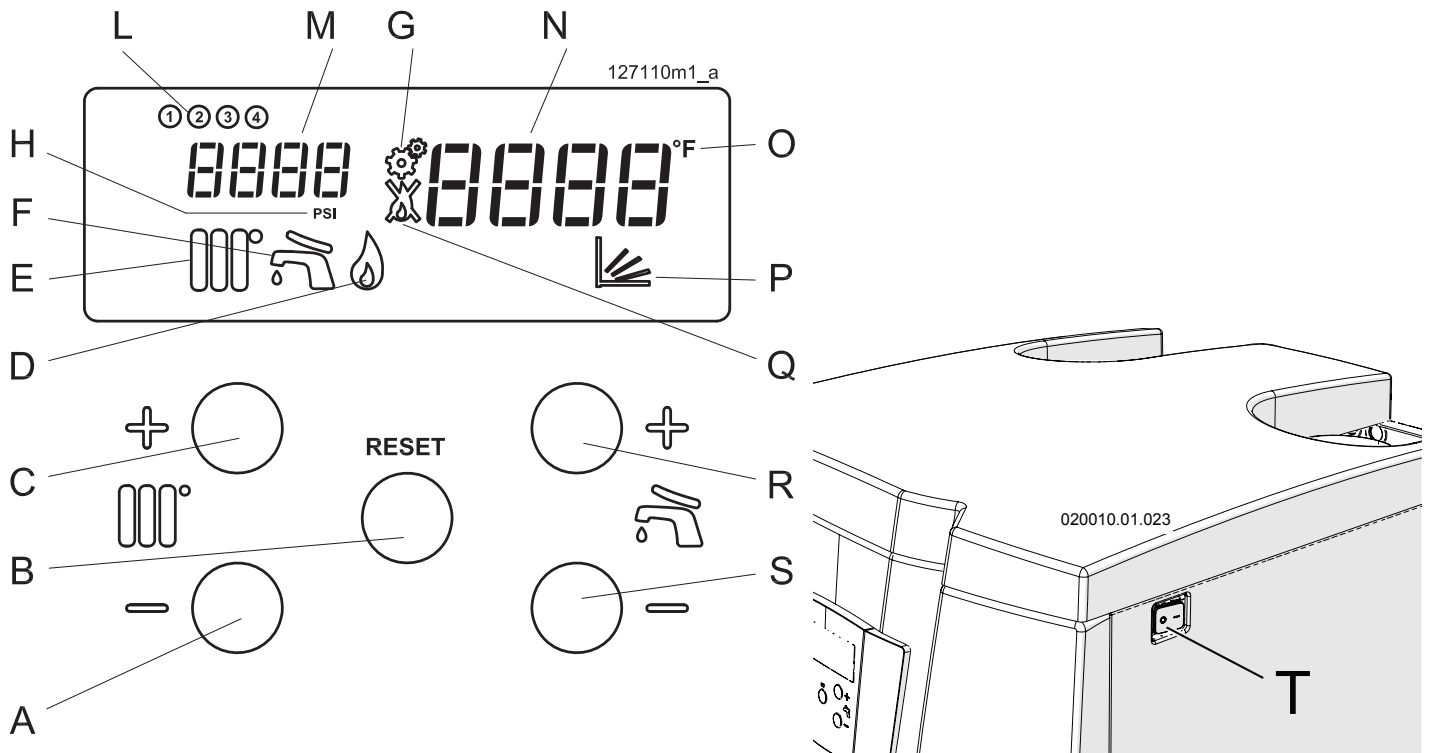

Figure 17-1 - Tableau de commande
- 2.- alimenter électriquement l'appareil et positionner sur ON l'interrupteur général (pièce "T" de la figure 17-1);
- 7.- placer l'interrupteur général sur ON (pièce "T" de la figure 17-1) et faire une demande de chauffage en pressant la touche  jusqu'à la valeur maximale, vérifier que le thermostat d'ambiance soit en appel et que l'installation se trouve dans les conditions de dissiper le chaleur produite ;
1. Allumer l'appareil en mettant sur ON l'interrupteur général (pièces "T" de la figure 17-1) et faire démarrer une demande de chauffage en portant au maximum la valeur de la température requise à l'aide de la touche , en s'assurant que le système est en mesure de dissiper toute la chaleur produite.
### LÉGENDE FIGURE 17-1
Si la pression à l'intérieur du circuit descend à une valeur inférieure à la pression minimale, l'appareil s'éteint automatiquement et le cadran "N" de la figure 17-1 affiche
- 1.- Agir sur l'interrupteur "T" de la figure 17-1 pour couper la tension électrique ;
Pour régler la température agir sur les touches  ou  (voir la figure 17-1). Quand les touches sont pressées, l'écran, pièce "N" de la figure 17-1, affiche la température requise. Le champ de réglage de la température du sanitaire instantané va de 20°C à 80°C.
touches  et  (voir la figure 17-1). Quand les touches sont pressées, l'écran, pièce "N" de la figure 17-1, affiche la température d'E.C.S. requise. Le champ de réglage de la température du sanitaire instantané va de 40°C à 60°C.
à travers les touches  ou  (voir la figure 17-1). Le thermostat d'ambiance allume les pompes de circulation en vue de satisfaire les demandes de chauffage.